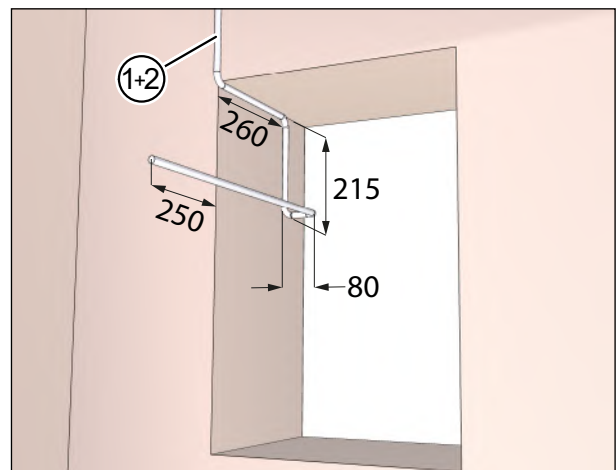

Abb. 16: Anschlusskabel verlegen, Maße in Millimeter
- ▶ Verlegen Sie das Netzkabel (Pos. 1 in Abb. 16) und ggf. das Steuerkabel (Pos. 2 in Abb. 16) mit einem Kabelüberstand von ca. 250 mm über die Mauer.